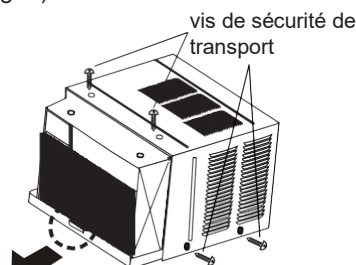

Fig. 5
7. Retirez les vis de sécurité de transport du haut de l'appareil et sur le côté, à la base s'il y en a (voir Fig. 5).